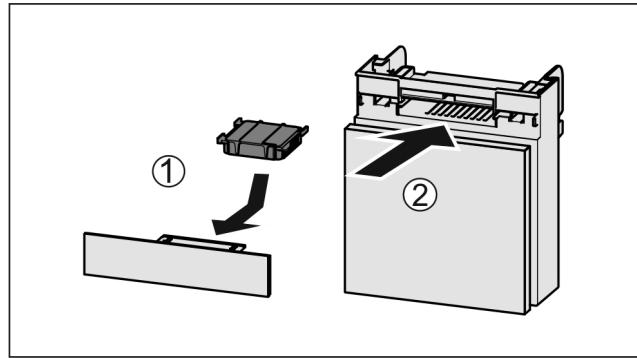

Fig. 152
- ▶ 按图装入 Fig. 152 (1) 活性炭过滤器。
- ▶ 推入 Fig. 152 (2) 抽屉。